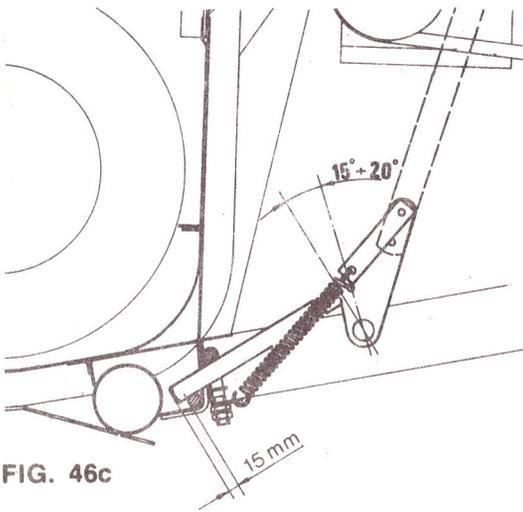

FIG. 46c
La première fois que l'on accouple une plate-forme de coupe à la machine, régler la position des collier (1, fig.46c) pour que lorsque le verrou (2) est introduit, son extrémité inférieure dépasse d'environ 15 mm du profil d'appui pour être certain que le point d'ancrage supérieur du verrou n'atteigne pas le point mort supérieur et que le maintien soit efficace : effectuer ce réglage des deux côtés à la fois.